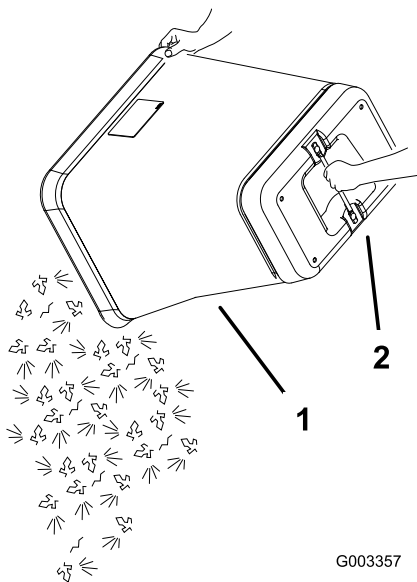

Figura 13
5. Segure a pega na parte inferior do saco e vire-o para esvaziar o saco (Figura 13).